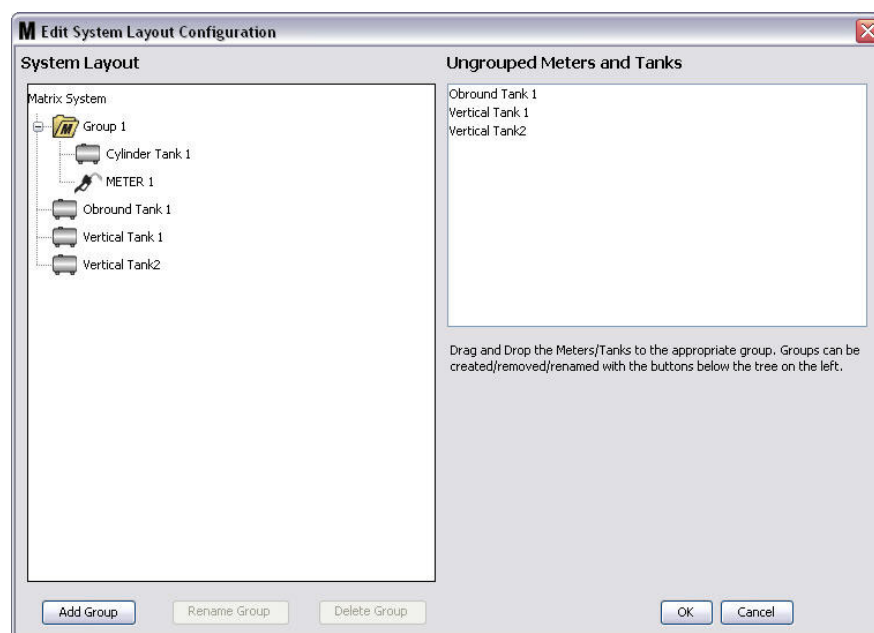

FIG. 95
- Les réservoirs et les compteurs sélectionnés apparaissent maintenant sous l'icône du dossier du côté système Matrix de l'écran comme illustré dans la FIG. 95.
- Pour renommer un groupe, utilisez votre souris pour sélectionner le dossier du groupe dans la liste du côté système Matrix de l'écran. Cliquez sur le bouton "Rename Group" (Renommer un groupe) (FIG. 95).
10. Pour supprimer un groupe, utilisez votre souris pour sélectionner le dossier du groupe du côté système Matrix de l'écran. Cliquez sur le bouton "Delete Group" (Supprimer un groupe) (FIG. 95).